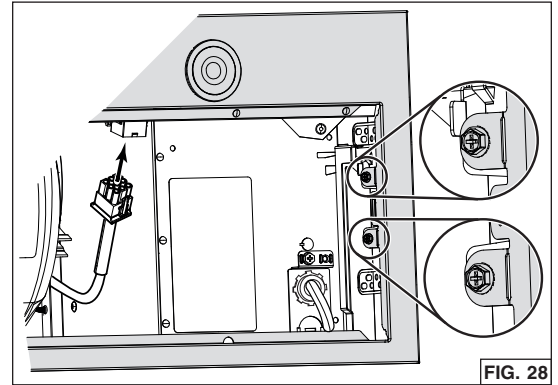

FIG. 28
- Vuelva a instalar y fije el panel frontal a la campana usando los 4 tornillos de sujeción (dos por lado, rodeados en la FIG. 28). Enchufe el cable del ventilador a su conector en el panel frontal.